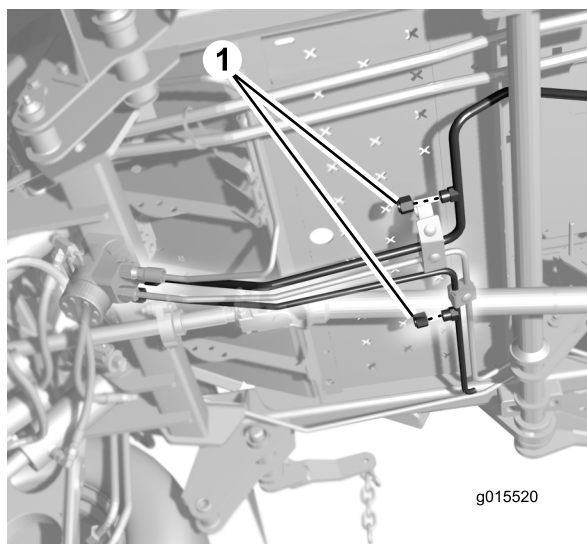

Figura 8
1. Collocate una bacinella di spurgo sotto i tappi sui tubi idraulici (Figura 8).
2. Rimuovete i tappi dai tubi idraulici sulla macchina (Figura 8). Rimuovete i tappi singolarmente durante l'installazione dei tubi per prevenire la perdita eccessiva di fluido idraulico.